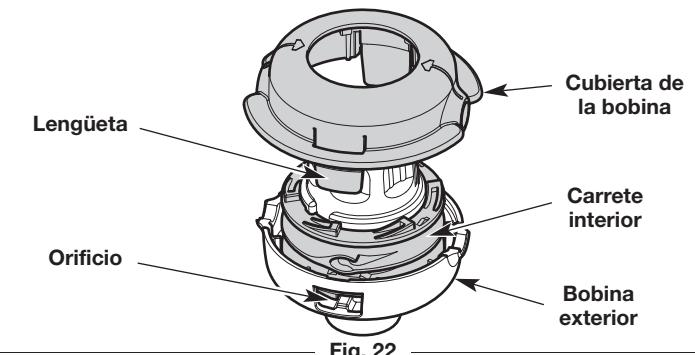

Fig. 22
- c. Suavemente incline el destornillador para desatrancar la lengüeta del orificio (Fig. 22).
- e. Retire la cubierta de la bobina (Fig. 22). **NO** intente extraer ninguna otra pieza del cabezal de corte.
- g. Utilice una tela limpia para limpiar el carrete interior, la bobina exterior y la cubierta de la bobina (Fig. 22).
- h. Se deben alinear las lengüetas de la cubierta de la bobina con los orificios de la bobina exterior (Fig. 22). Oprima la cubierta de la bobina sobre la bobina exterior hasta que las lengüetas entren a presión firmemente en los orificios.